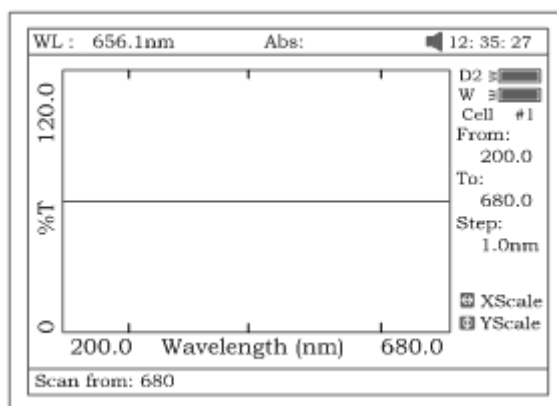

Рис. 42
- Введите начальное и конечное значения длины волны с цифровой клавиатуры (рис.42).